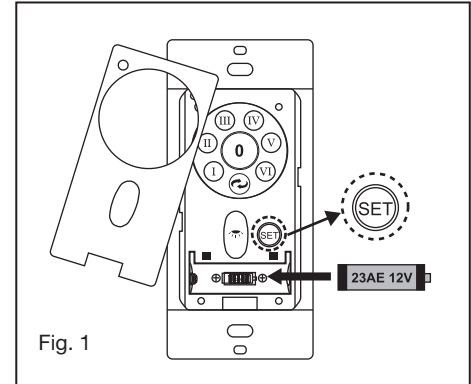

Fig. 1
- 1 Retirez la plaque murale existante et l'ancien interrupteur du boîtier de prise murale. (Fig. 1)
- 5 Bouton de réglage du code "SET": Suivez les étapes ci-dessous pour utiliser le bouton de réglage. (Fig. 1)